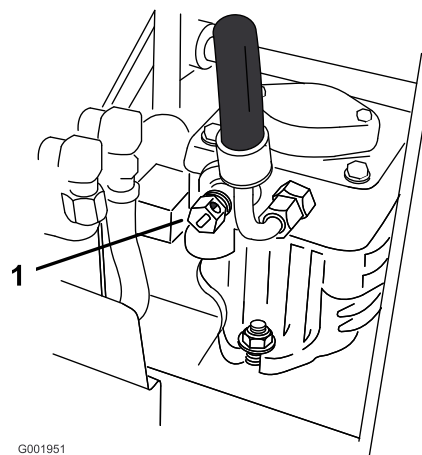

Bild 24
2. Drehen Sie das Sicherheitsventil an beiden Pumpen um eine oder zwei Umdrehungen nach rechts, um es zu öffnen. So kann Hydrauliköl an der Pumpe vorbei direkt zu den Rädern fließen, die sich daraufhin drehen können (Bild 24).